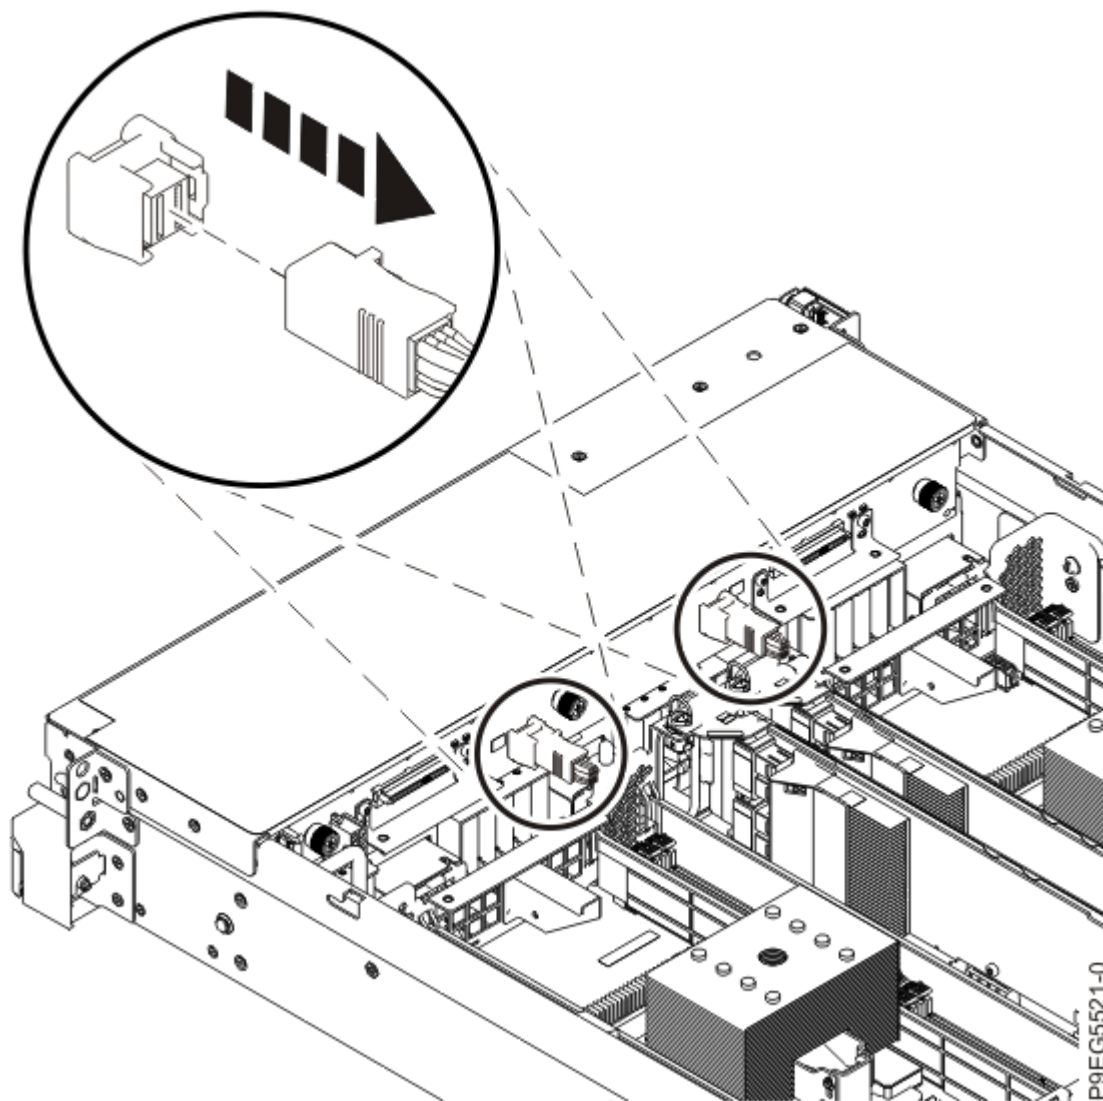

Figura 11. Desconexión de los cables SAS frontales
6. Etiquete los cables SAS frontales y preste atención a cómo se conectan entre la placa posterior de la unidad de disco y el adaptador interno SAS RAID. Tome nota de cómo están conectados los enchufes y las clavijas. Desconecte los cables frontales SAS de la placa posterior de la unidad de disco presionando el mecanismo de cierre del cable y desenchufando el cable, tal como se muestra en la Figura 11 en la página 14.